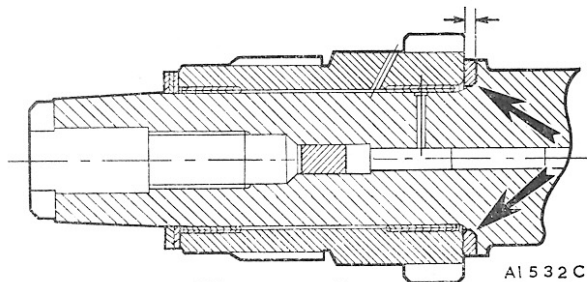

Fig. A.16
- 6) Kontroller hjulets spillerum (fig. A.16). Lønter den indvendige trykskive med den rejfede boring mod krumtapakslens flange. Spillerummet bør være 0,07-0,15 mm. Kontroller det på fig. A.16 viste gab og afgør trykskivens tykkelse ved hjælp af denne tabel: